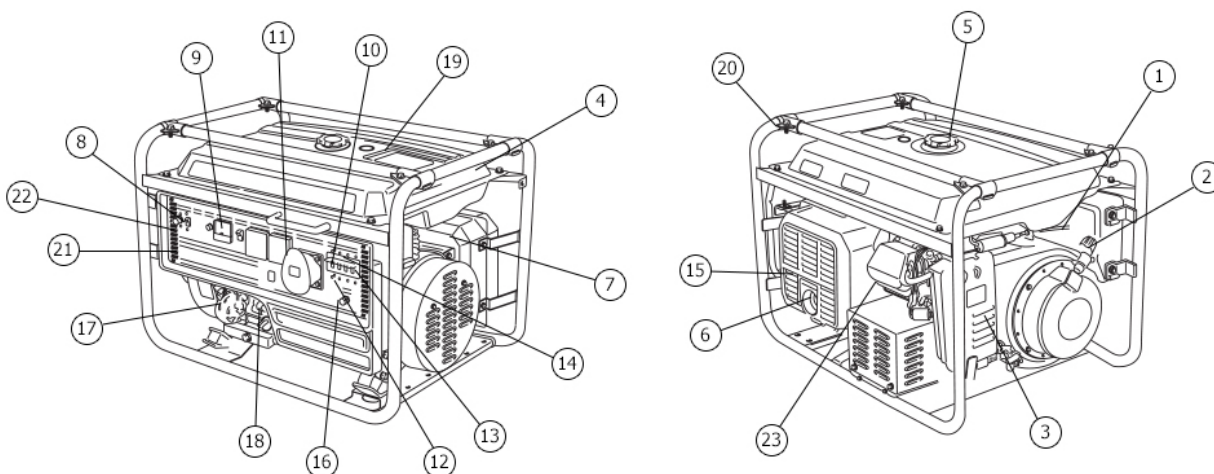
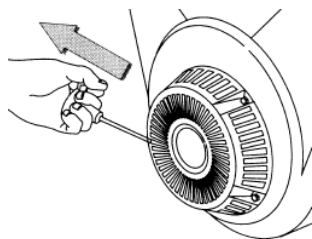

Рис. 1\*
Рис. 3
- При установке генератора следует подключить к резьбовой клемме (поз. 18) (рис. 1) проводник заземляющего устройства, удовлетворяющего требованиям раздела «Обеспечение требований безопасности».
5. Плавно вытянуть до упора трос ручного стартера за ручку (поз.2 рис.1) и вернуть в исходное положение (см. также рис.3)
7. При ручном пуске, придерживая генератор за раму, резко с интенсивным усилием вытянуть трос ручного стартера до упора (рис.3), повторив действие несколько раз при необходимости. Если двигатель не запускается, следует изменить положение рычага воздушной заслонки, сдвигая его вправо тем больше, чем выше температура двигателя и окружающего воздуха при использовании бензина или повторить кратковременное нажатие кнопки регулятора при работе на газе, затем повторить пуск. Включение электрического стартера производится поворотом ключа выключателя в крайнее правое положение «ПУСК». Сразу после пуска двигателя отпустить ключ выключателя для обеспечения его самовозврата в среднее положение. При срабатывании защиты нажать сброс после остывания автоматического выключателя.